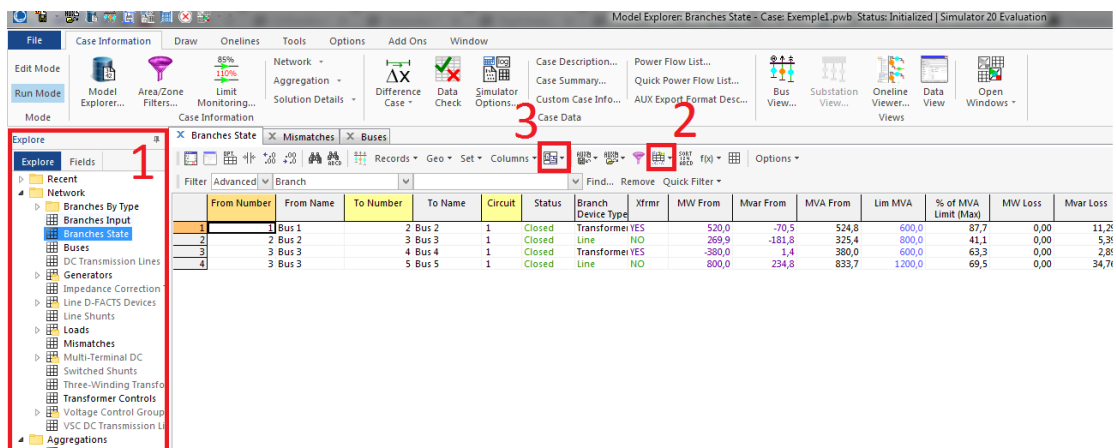

Figura 62 Visualització dels resultats en mode text al Model Explorer.
— Explorador del Model ("Model Explorer"): Des de l'explorador es pot accedir als resultats de tots els elements, ordenats en pestanyes al marge esquerra com es mostra a la figura 62(1).
Es poden filtrar els resultats a través del botó que es marca a la figura 62(2). També es poden obrir els resultats en Excel o copiar-los per a inserir-los en un altre programa (figura 62 (3)).